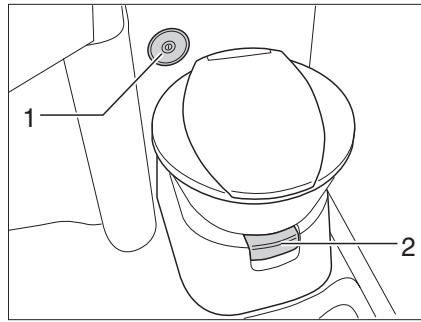
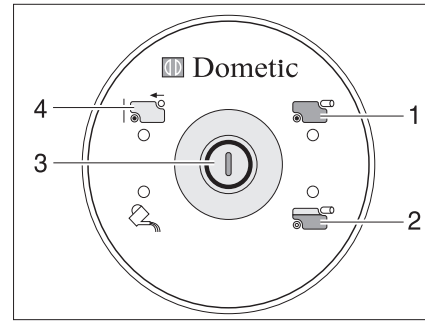

Fig. 240 Taza del inodoro con unidad de control y de mando
Fig. 241 Unidad de control y de mando del inodoro
Antes de utilizar el inodoro dejar que un poco de agua llegue a la taza del inodoro. Para esto, pulsar el botón del inodoro (Fig. 241,3) en la unidad de control y de mando (Fig. 240,2).
- Antes del lavado, abrir la corredera del inodoro. Para esto extraer la palanca de corredera (Fig. 240,1).
- Para lavar, pulsar el botón del inodoro (Fig. 241,3).
La luz de control (Fig. 241,2) se enciende cuando 3/4 del depósito de aguas fecales están llenos.
La luz de control (Fig. 241,1) se enciende cuando es necesario vaciar el depósito de aguas fecales.
- Abrir la corredera. Para esto extraer la palanca de corredera (Fig. 240,1).
- Hundir la palanca de corredera (Fig. 240,1). Se cierra la corredera. Para el vaciado **debe** estar cerrada la corredera del inodoro.
- Sacar el depósito de aguas fecales y vaciarlo como se describe en los apartados 11.8.5 y 11.8.6. En la unidad de control y de mando se enciende el visualizador "depósito de aguas fecales sacado" (Fig. 241,4).